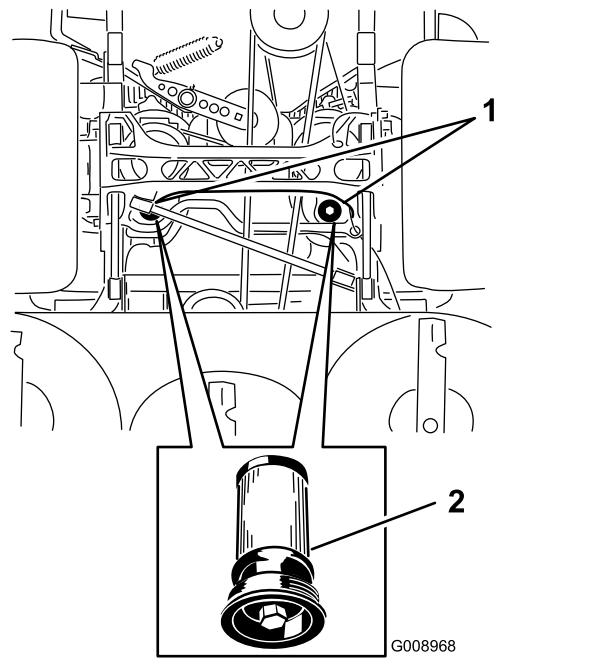

Figure 93
5. Placez un bac de vidange sous le filtre, retirez le filtre usagé et essuyez la surface (Figure 93).
6. Appliquez une fine couche de liquide hydraulique sur le joint en caoutchouc du filtre de recharge (Figure 93).